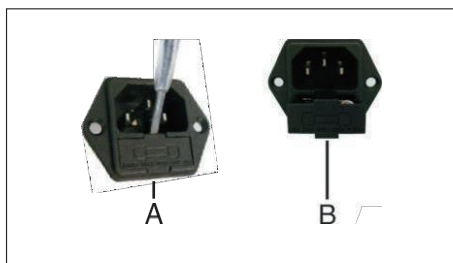

Fig.12
10.1 Introduceți vârful plat al unei șurubelnițe în locașul din compartimentul pentru siguranțe de sub priza de alimentare și folosiți-l ca pe o pârghie (Fig.12-Ref.A);
10.2 Scoateți compartimentul pentru siguranțe (Fig.12-Ref.B);
10.4 Puneți compartimentul la loc (Fig.12-Ref.B).